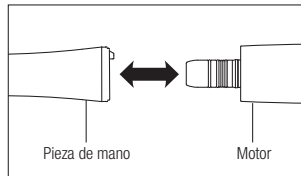

Fig. 1
- 1) Conecte la pieza de mano directa al motor (Fig. 1). Cuando se conecta una pieza de mano óptica, gire la pieza de mano hasta que encaje en su posición con un chasquido.